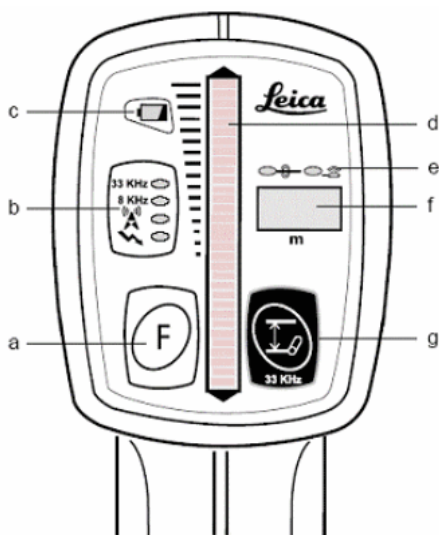

Рис. 8.2 Панель керування та дисплей
- а – панель керування та дисплей (рис.8.2);